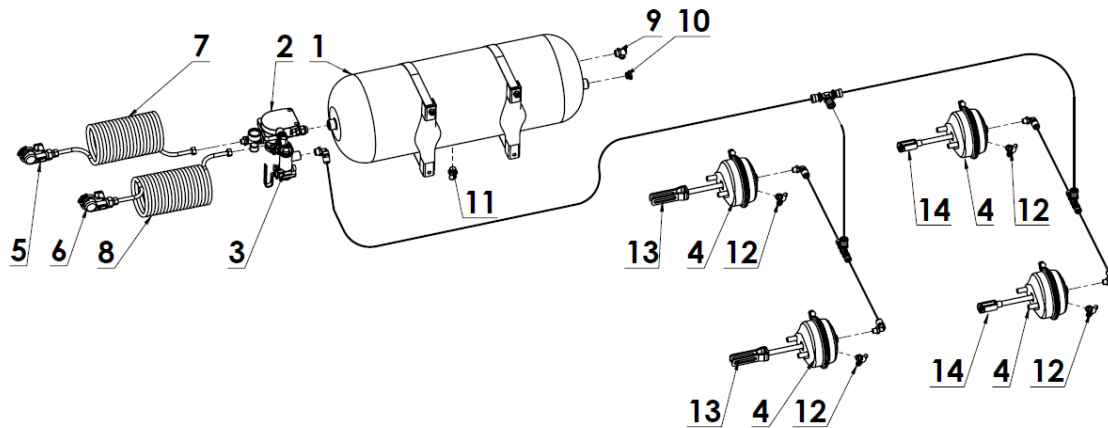

Рисунок 6-й Двухпроводная пневматическая тормозная система:
- двухпроводная пневматическая система (рисунок 6),